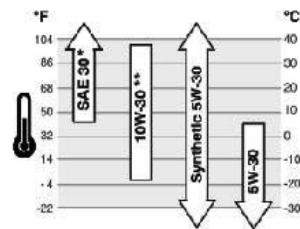

Bild 36
6. Fyll motorn med rekommenderad olja. Se oljerekommendationsdiagrammet (Bild 36). Motoroljans volym är 0,77 l.